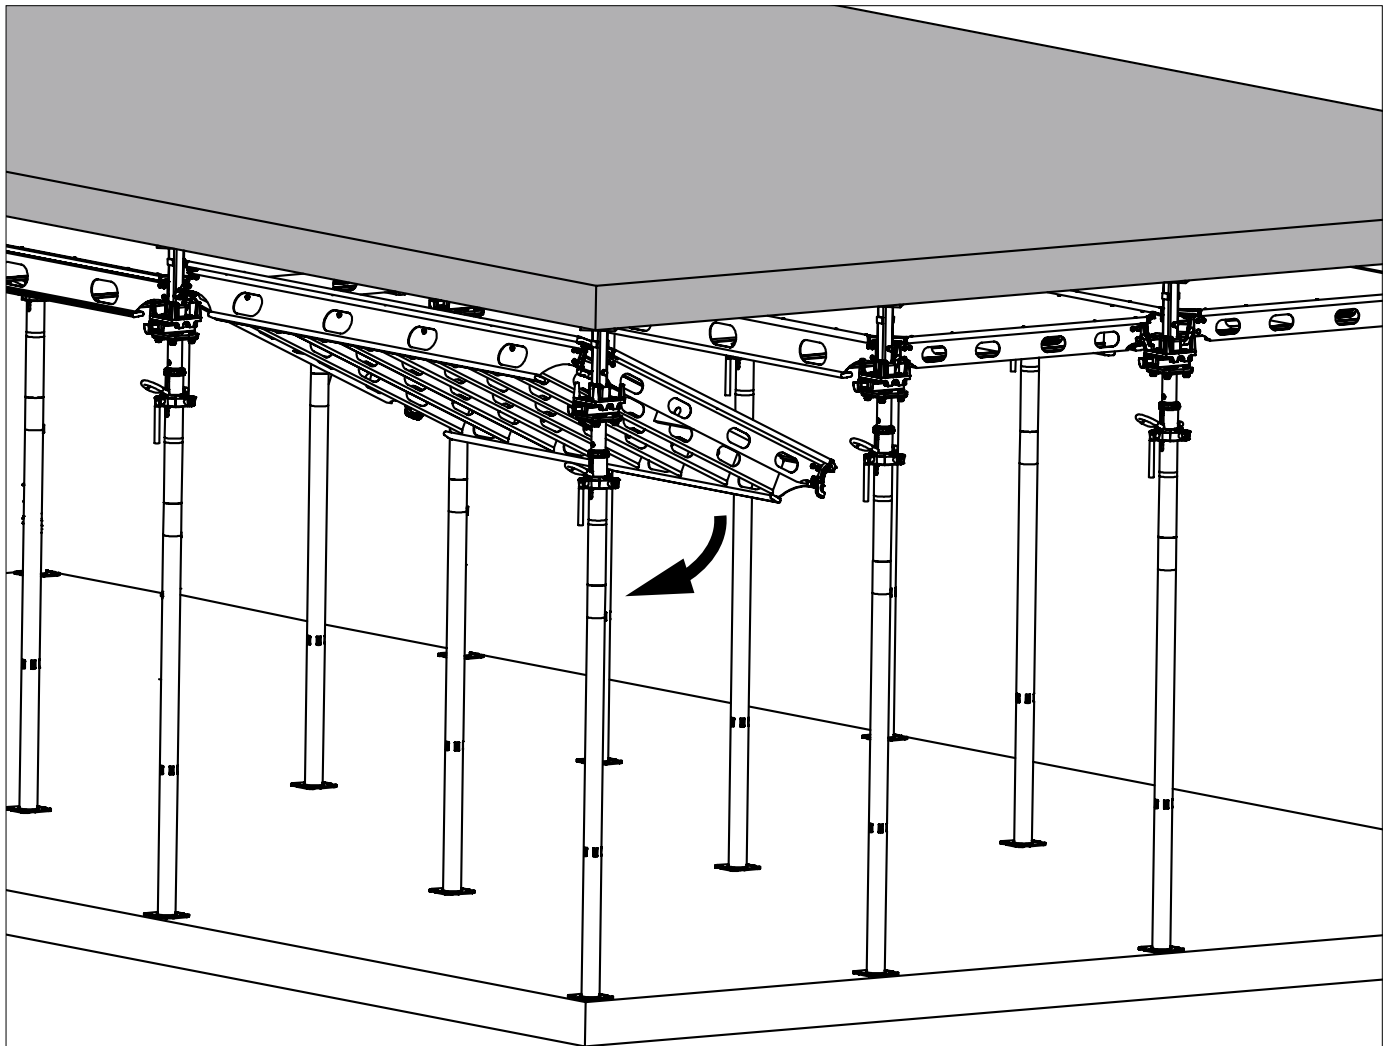

Fig. A11.05
1. De manera similar, eleve el panel de la espiga de la placa móvil para desmontar el panel en la dirección más corta. (Fig. A11.05)